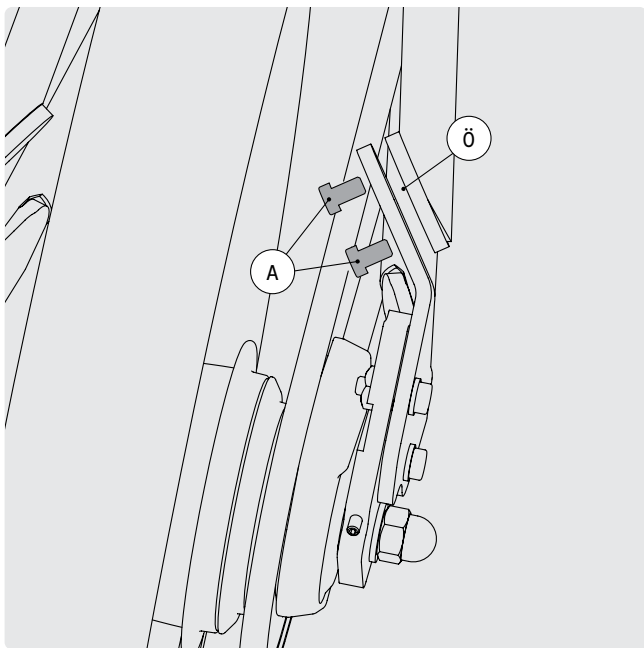

FIG. 46
Al tensar la correa se procede del mismo modo que al tensar la cadena. Para una mejor comprensión, observe las figuras sobre los pasos siguientes (fig. 46).
- 1 Afloje ambos tornillos A del candado del cuadro (fig. 46).